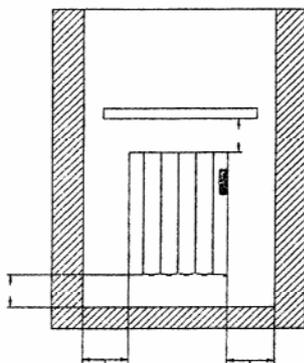

Figura 1
- A la hora de fijarlo, para obtener resultados de calefacción óptima, debemos de mantener como mínimo las medidas de separación como se indica en la figura 1.